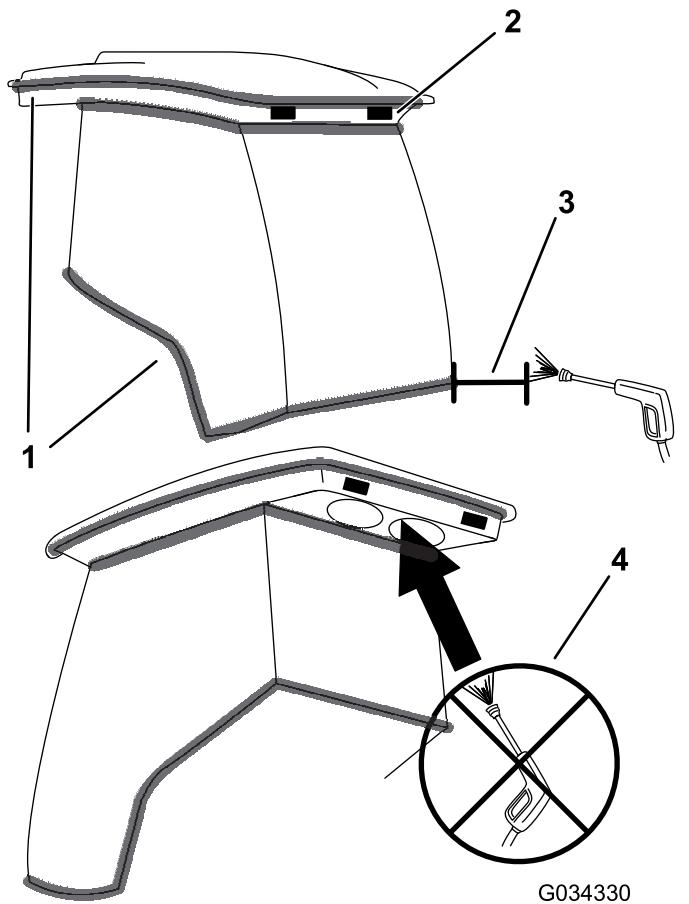

Figura 86
**Importante:** Tenga cuidado alrededor de las juntas de la cabina (Figura 86). Si está utilizando un lavador a presión, mantenga la vara al menos a 0,6 m de distancia de la máquina. No dirija el chorro de la lavadora a presión directamente sobre las juntas de la cabina o por debajo del reborde trasero.